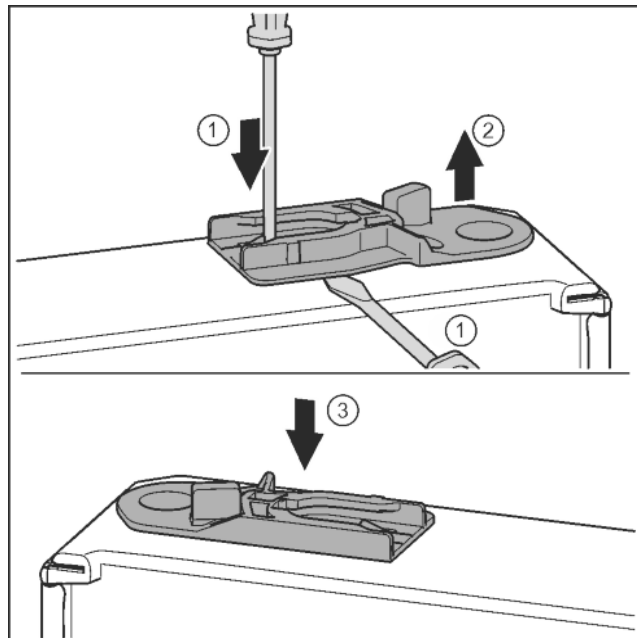

Fig. 28
- Führungsbuchse herausziehen: Lasche mit Schlitzschraubendreher drücken und gleichzeitig mit Schlitzschraubendreher unter Führungsbuchse fahren. *Fig. 28 (1, 2)*
- Im Lieferumfang beiliegende Führungsbuchse auf anderer Gehäuseseite einschieben. *Fig. 28 (3)*